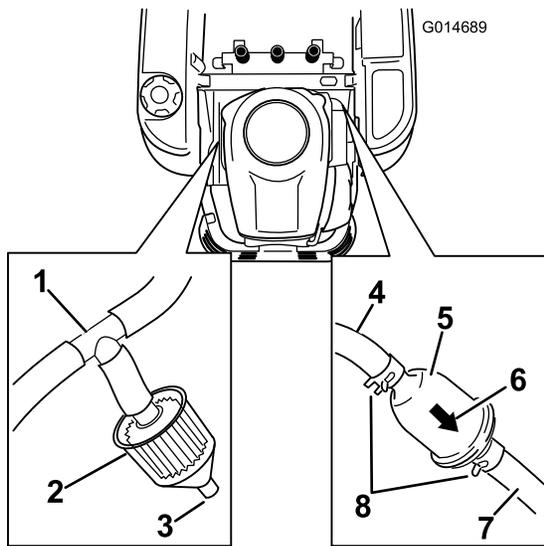

Figure 35
3. Soulevez le siège et localisez les filtres à carburant, comme illustré à la Figure 35.
Certaines machine sont équipées d'un filtre antipollution (Figure 35) monté sur un raccord en T sur la conduite de dégazage venant du réservoir de carburant. Le filtre est conçu avec un orifice ouvert. Examinez régulièrement le filtre. Remplacez le filtre s'il est encrassé ou colmaté.